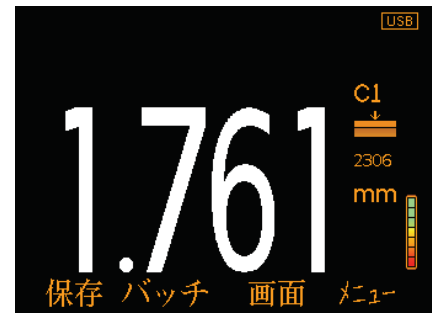

図5: 読取り値
- 読取り値 (図5): み取り値を、指定した分解能 (jp-13ページのセクション7.7を参照) で表示します。